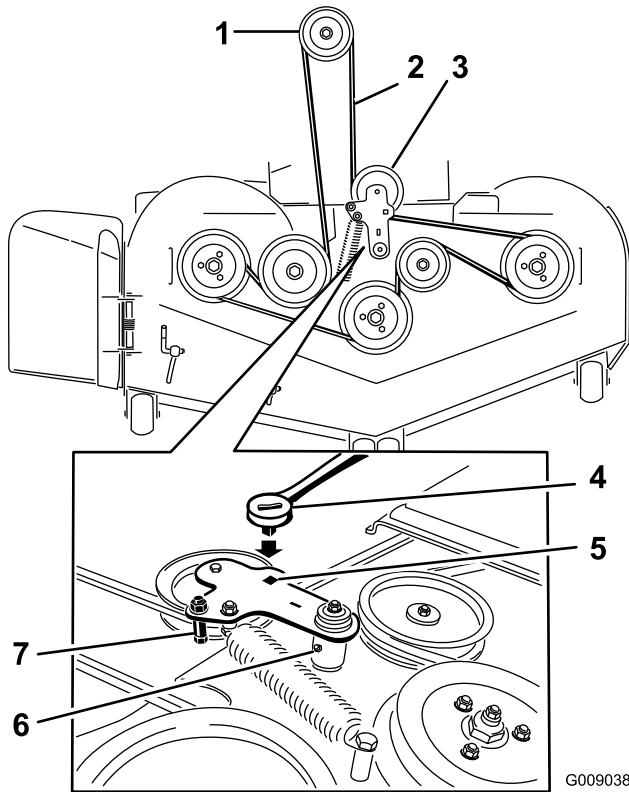

Bild 73
5. Setzen Sie eine Ratsche in das rechteckige Loch im Spannarm ein, um die Spannung an der Spannscheibenfeder zu lösen (Bild 73).
7. Nehmen Sie die Riemenschutzvorrichtung am gefederten Spannarm ab, wie in Bild 73 dargestellt.
9. Verlegen Sie den neuen Riemen um die Mähwerk- und Bremsspannscheiben unter dem Motor (Bild 73).
10. Nehmen Sie die Riemenführung am Spannarm ab, wie in Bild 73 dargestellt.
11. Setzen Sie die Spannscheibenfeder mit der Ratsche im rechteckigen Loch ein (Bild 73).